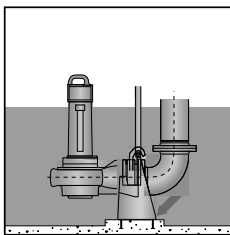
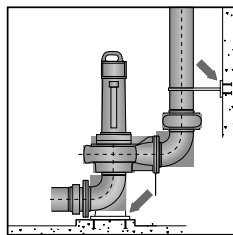

Рис. 3
Рис. 4
- При стационарном монтаже фиксация насоса должна быть произведена к неподвижному основанию, которое не должно передавать, вызывать и отражать колебания (рис. 3 и 4).
- Для установки насоса нужно применять устройство погружного монтажа (погружная установка, рис. 3), или опорное фланцевое колено (сухая установка, рис. 4), закрепленные непосредственно на фундаменте станции (или шахты).